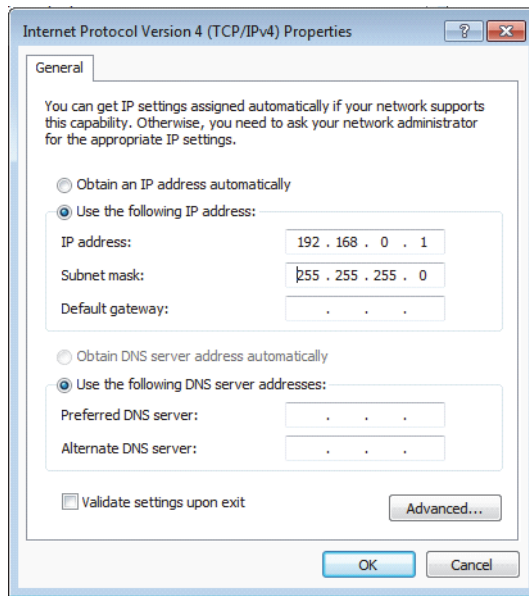

图 7-23 互联网协议版本 4 (TCP/IPv4) 属性对话框 (Windows 7)
7. 在 **Internet Protocol Version 4 (TCP/IP) Properties** (互联网协议版本 4 属性) 对话框中, 选择 **Use the following IP address** (使用以下 IP 地址) (参见第 214 页的图 7-23)。